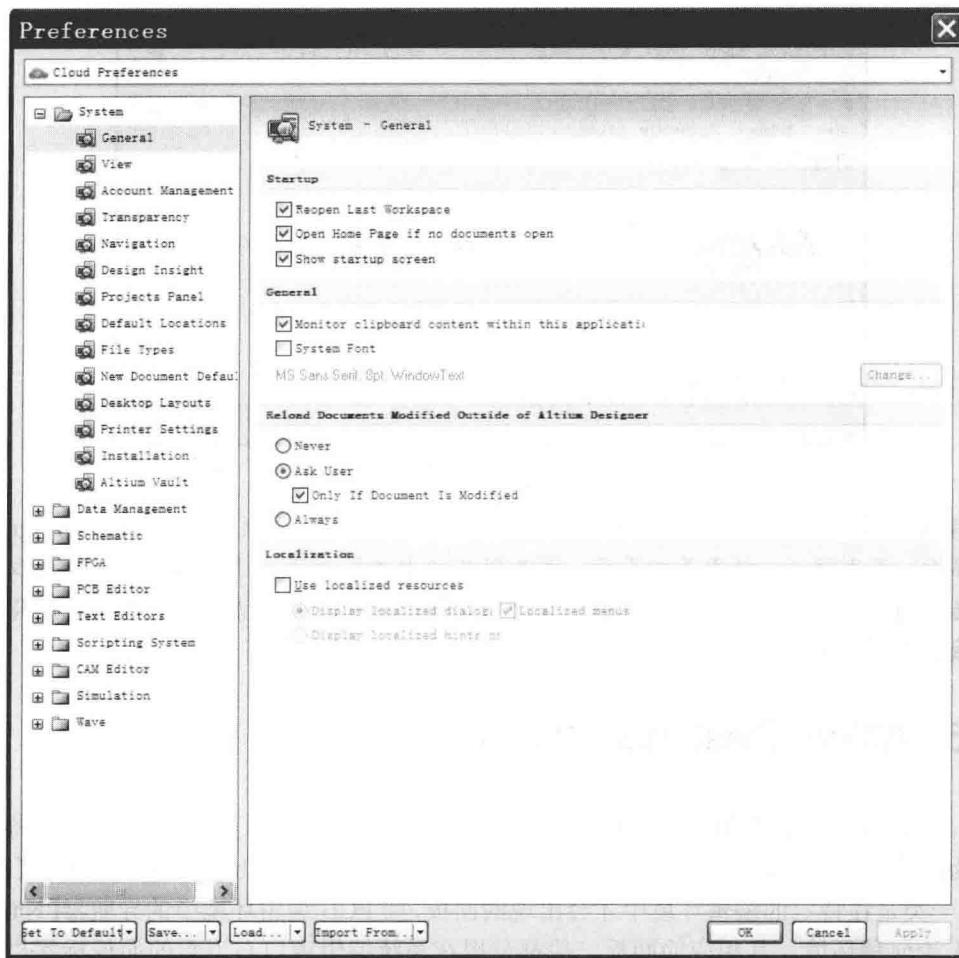
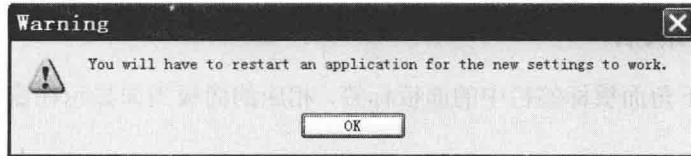

图 1-13 系统参数设置对话框
图 1-14 新设置应用警告窗口
- (2) 在系统菜单中单击【Preferences】命令，弹出系统参数配置对话框，如图 1-13 所示。
(3) 勾选图 1-13 右下方使用本地化资源命令项 Use localized resources，随即弹出一个新设置应用警告窗口，如图 1-14 所示。
(4) 单击图 1-14 中的 **OK** 按钮，再单击图 1-13 中的 **OK** 按钮确认。
中文界面的退出和进入的步骤类似，区别在于去掉图 1-13 中使用本地化资源命令项 Use localized resources 的选中状态，重新启动系统，即可恢复英文界面。